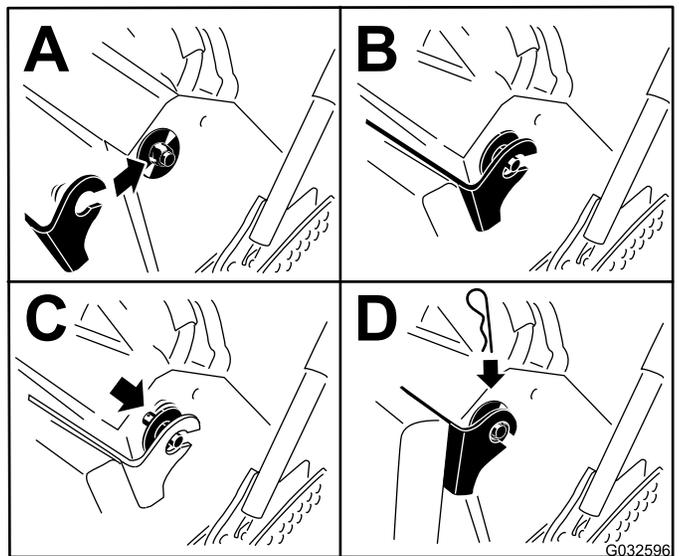

Рисунок 34
6. Поднимите опору и наденьте ее на штифты с обеих сторон машины (**Рисунок 34**).
7. Вставьте большие шайбы с пластиковыми втулками в кронштейн опоры и закрепите их игольчатым шплинтом (**Рисунок 34**).